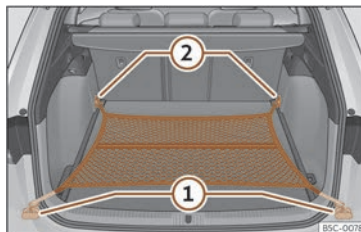

Fig. 186 No maleteiro: bolsa de rede enganchada case tocando o piso.
- Fixe os ganchos da rede nas argolas de amarre >>> **fig. 186** (1) e (2) >>> . A cremalleira da bolsa ten que quedar cara arriba.